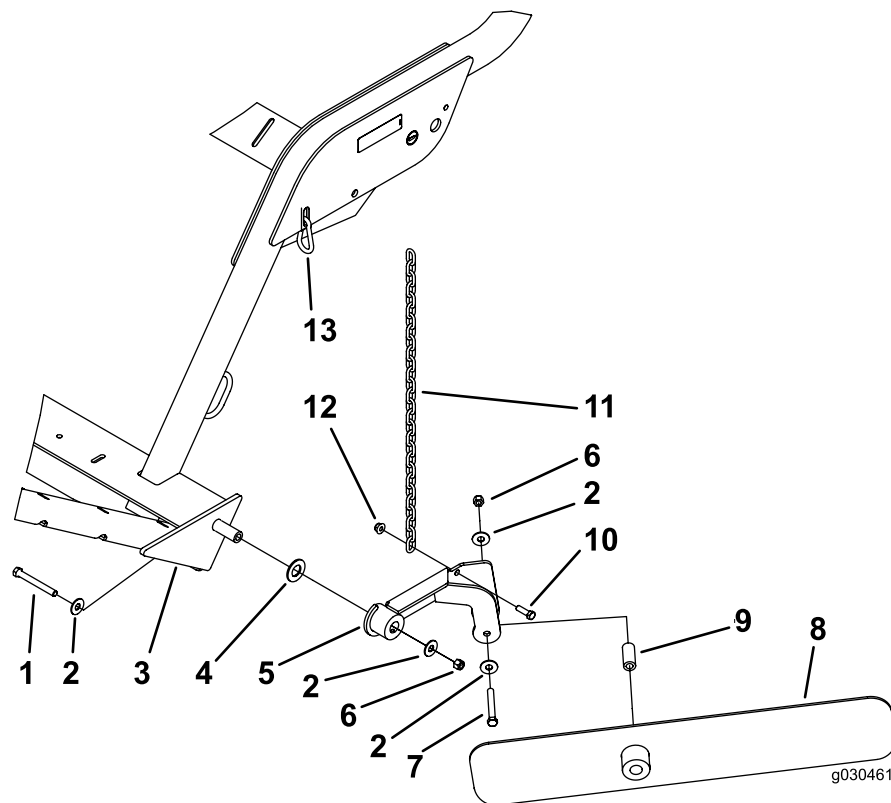

Figura 16
Nota: Collocate i componenti come illustrato nella Figura 16.
2. Fissate la lama Windrow al gruppo di montaggio con un bullone (7/16" x 3-¼"), 2 rondelle piane, un distanziale e un dado di bloccaggio (7/16"). Montate i componenti come illustrato nella Figura 16.
3. Fissate la catena al gruppo di montaggio della lama utilizzando un bullone (¾" x 1-¼") e un dado flangiato (¾") (Figura 16).
4. Fissate l'altra estremità della catena alla fessura presente sul telaio, per mezzo di un anello di sicurezza (Figura 16).